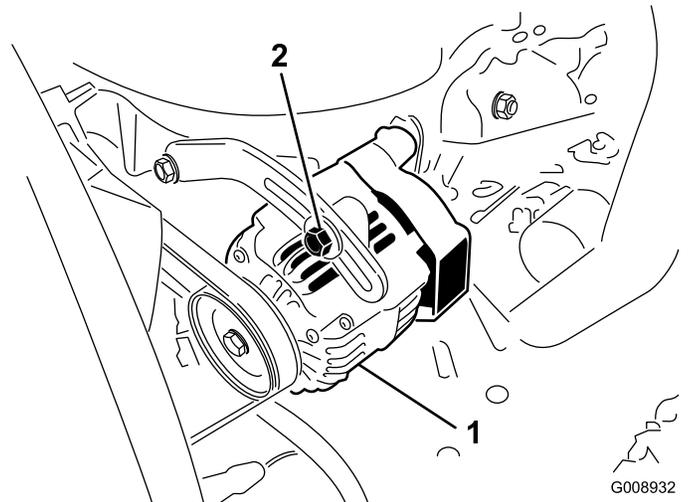

Figura 47
2. Se a deslocação obtida não for igual a 10 mm, deve desapertar os parafusos de montagem do alternador (Figura 47).